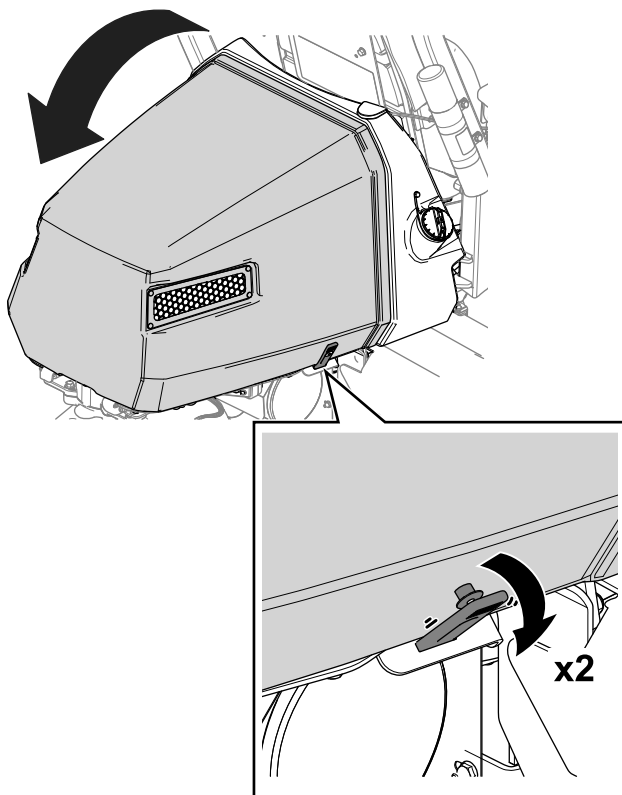

Figura 37
1. Eliberați curelele de pe fiecare parte a capotei (Figura 37).
2. Ridicați capota (Figura 37).